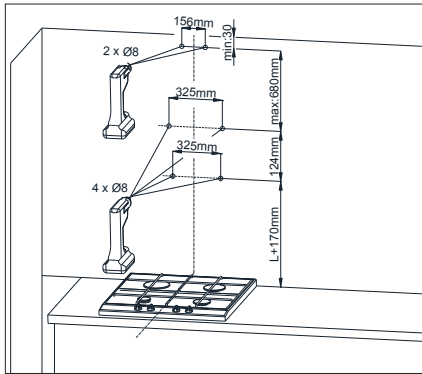

Abb.10 Montageabmessungen
1. Definieren Sie die Achse des Kochbereichs und projizieren Sie sie an die Wand, an der die Dunstabzugshaube montiert werden soll. Markieren Sie alle charakteristischen Punkte der Dunstabzugshaubenbefestigung. Die Öffnungen mit dem Bohrer herstellen. (Abb. 10)